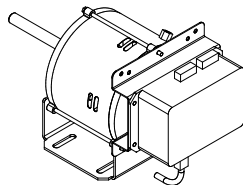

Figure 2
1. Voir la Figure 2, attacher le transformateur au support de fixation avec les quatre vis n° 10 x 1/2 fournis.